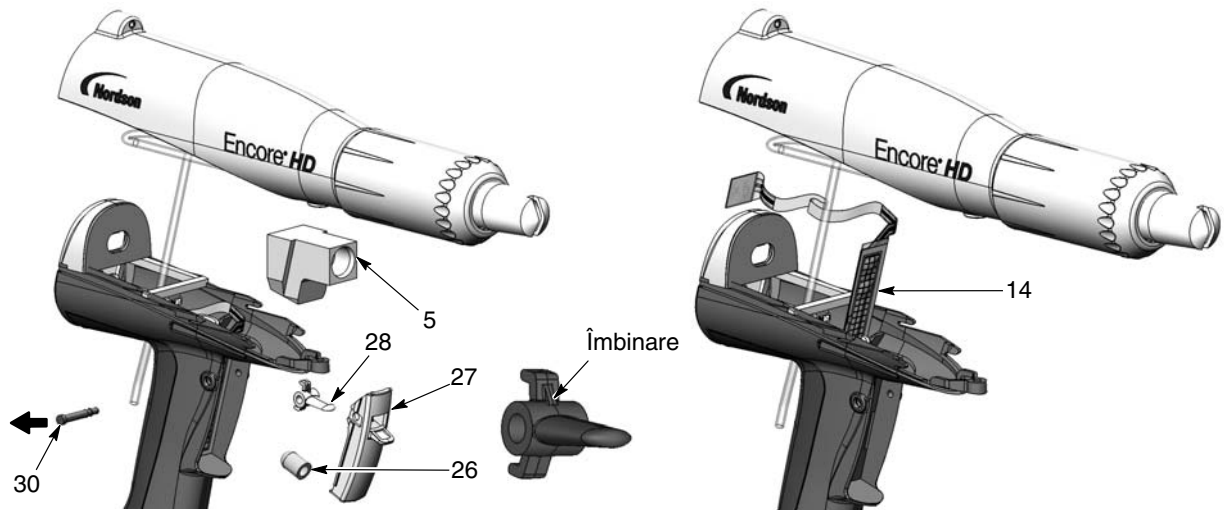

Figura 6-8 Înlocuirea comutatorului de declanșare
3. Vezi Figura 6-8. Trageți pentru a scoate cotul (5) de la tubul de admisie.
4. Trageți capătul cu diametru mai mic al axului (30) din mâner, folosind un poanson mic, cu cap plat sau o altă unealtă.
5. Demontați declanșatorul de pulverizare (27), elementul de acționare (26) și declanșatorul de purjare (28) de la mâner.
6. Folosiți o unealtă pe post de pârghie și trageți comutatorul de declanșare (14) de pe mâner, apoi trageți-l în sus și scoateți-l din mâner.
1. Vezi Figura 6-8. Orientați noul comutator (14) cu grilajul orientat către partea din față a pistolului, apoi introduceți cu atenție capătul inferior pătrat al comutatorului prin fanta din mâner.
4. Montați declanșatorul de purjare (28) în declanșatorul de pulverizare (27) cu îmbinarea orientată în sus, așa cum este prezentat. **Nu montați declanșatorul de purjare cu partea superioară în jos.**
5. Poziționați declanșatoarele în mâner și țineți-le pe poziție în timp ce apăsați axul (31) prin mâner și declanșatoare până când capul axului este la același nivel cu mânerul. Axul se va prinde pe poziție când este montat corect.